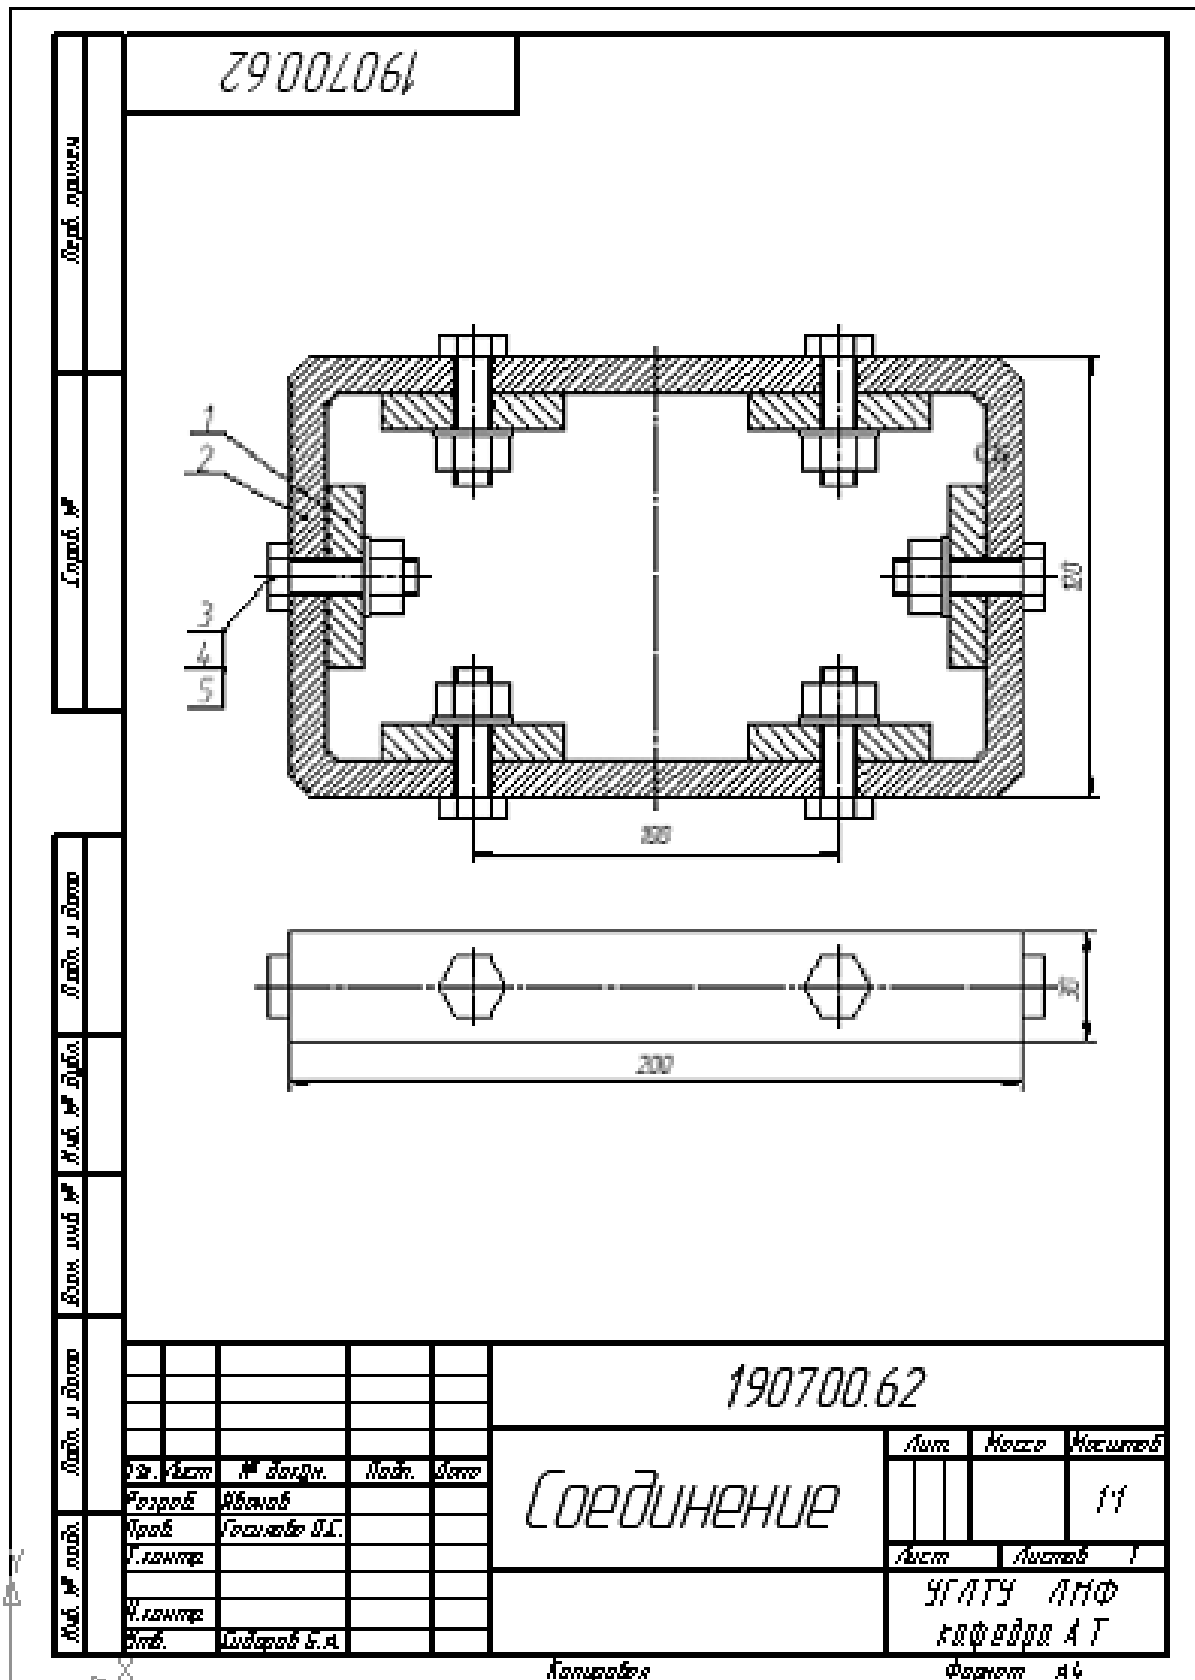

Рис. 3.13. Пример выполненной работы
9. Выполнить вид сверху (рис. 3.13). Вставить изображения болтового соединения на виде сверху, используя установки в окне *Болт Гайка Шайба* – кнопку *Вид сверху*;